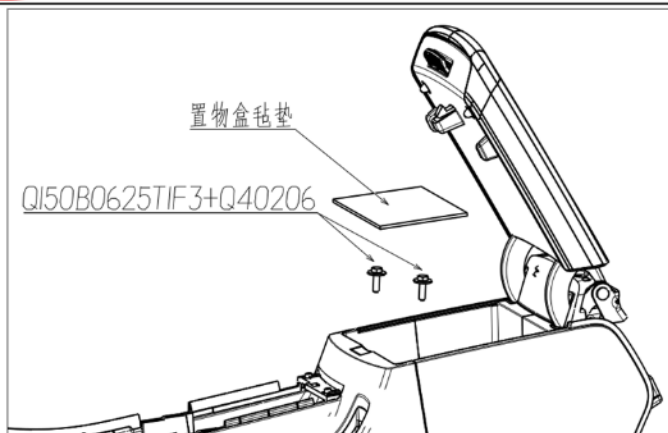

图 1.6.8 副仪表板固定螺栓的拆卸
- (1) 打开扶手，从储物盒中取出置物盒毡垫。用长柄 10 号六角套筒将固定副仪表板本体与后部安装支架的两个螺栓(Q150B0625T1F3+Q40206 六角头螺栓和大垫圈组合件)松开并取出螺栓，再将扶手放回到原来状态。如图 1.6.8 所示：